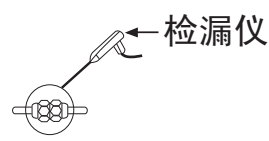

图31
- 3 在接口处用检漏仪或者肥皂水来检查是否有泄漏。(如图31)
- 4 用 ⑪ 塑料绝缘带把铜管和连接电缆包起来。